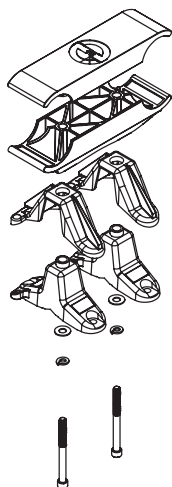

Figura 3
4. Coloque la abrazadera inferior para el tubo encima de los tubos y use la llave Allen de 6 mm (1/4 pulg.) para asegurar el conjunto de las mordazas de montaje con el perno real de 8,9 cm (3,5 pulg.), como se muestra en la **Figura 3**